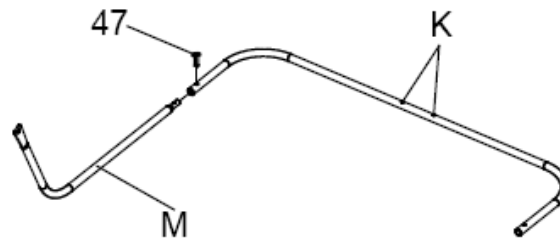

Abbildung 11
- Drehen Sie das untere Rahmenrohr (K) so, dass die Bohrungen in der Rohrmitte nach oben zeigen.
- Stecken Sie die seitlichen Rahmenrohre (M) beidseitig in das untere Rahmenrohr (K) und verbinden Sie diese mit den Plastikbolzen (47) (siehe Abbildung 11).